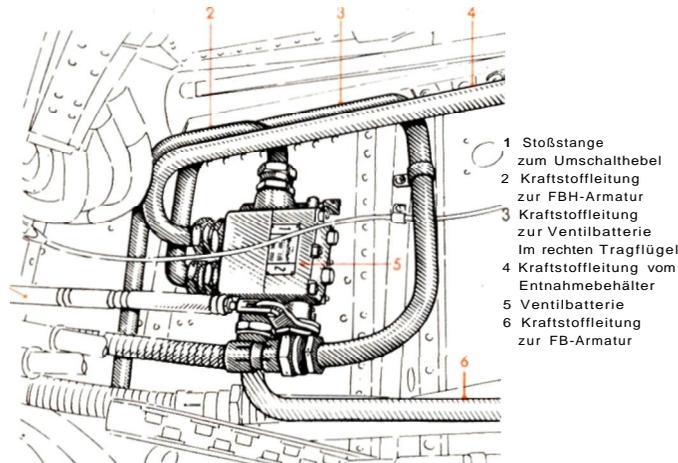
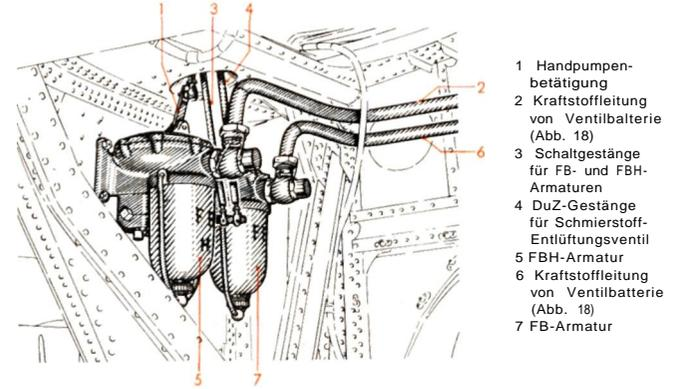

Abb. 18 Ventilbatterie im linken Tragflügel, gegen Flugrichtung gesehen
Abb. 19 FB- und FBH-Armaturen hinter dem Brandschott
34 Ventilatterie (siehe Abb. 18)
- 34 Ventilbatterie (siehe Abb. 18)
Mit Hilfe dieser Ventilbatterien (Abb. 18) wird durch 3 Schaltstellungen ermöglicht, daß bei Stellung:
In die von den Ventilbatterien (Abb. 18) kommenden Entnahmeleitungen (2,6) sind Filterbrandhahnarmaturen (Abb. 19) zwischengeschaltet, die in den Flügeln hinter dem Brandschott am Querverband I eingebaut sind. Um die Kraftstoffleitungen vom Behälter zum Motor vor dem Anlassen füllen zu können, ist jeweils in der einen Armatur (5), deren Leitung zur Kraftstoffpumpe P 1 am Motor führt, eine Handpumpe eingebaut.
Von der Schaltwelle der beiden Armaturen aus führt ein DuZ-Gestänge (4) (Abb. 19) zum Schmierstoff-Entlüftungsventil (siehe im Unterabschnitt „Schmierstoffanlage“).